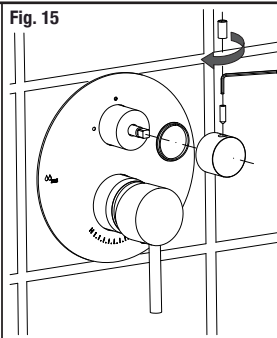

Fig. 15
13) Posicione la maneta del inversor con su aro antifricción y fijela apretando el tornillo con ayuda de una llave Allen de 2,5 mm. En los modelos MINIMA rosque el pomo de la maneta inversora (Fig. 15).
13) Place the diverter handle with their anti-friction ring and fix it by screwing it with a 2,5 mm Allen key. In MINIMA models thread the diverter handle knob (Fig. 15).
13) Positionnez la poignée de l'inverseur avec sa bague anti-friction et fixez-la en serrant la vis à l'aide d'une clé Allen de 2,5 mm. Sur les modèles MINIMA, visser le bouton de la poignée de l'inverseur (Fig. 15).